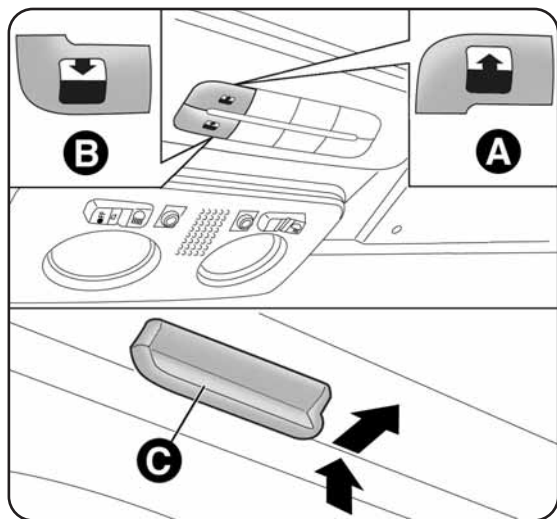

fig. 49
Il tetto apribile ad ampia vetratura è composto da due pannelli in vetro di cui uno posteriore fisso ed uno anteriore mobile dotati di due tendine parasole (anteriore e posteriore) a movimentazione manuale. Con tetto chiuso le tendine possono essere posizionate in qualunque posizione. Per aprire le tendine: impugnare la maniglia C-fig. 49, seguendo il senso indicato dalla freccia fino alla posizione desiderata. Per chiuderle seguire il procedimento inverso. Il funzionamento del tetto apribile avviene solo con chiave di avviamento in posizione MAR. I comandi A-B fig. 49 posti sulla mostrina della plafoniera anteriore, comandano le funzioni di apertura/chiusura tetto apribile.
Premere il pulsante B-fig. 49 e mantenerlo premuto, il pannello vetro anteriore si porterà in posizione "spoiler"; premere nuovamente il pulsante B e, agendo sul comando per più di mezzo secondo, si innesca il movimento del cristallo del tetto che prosegue automaticamente fino ad una posizione intermedia (posizione "Comfort"). Premendo nuovamente il comando di apertura per più di mezzo secondo, il tetto proseguirà automaticamente fino a fondo corsa; il cristallo del tetto può essere fermato in una posizione intermedia agendo nuovamente sul pulsante.
Dalla posizione di apertura completa, premere il pulsante A-fig. 49 e, se si agisce sul pulsante per più di mezzo secondo, il cristallo anteriore del tetto si porterà automaticamente in posizione intermedia (posizione “Comfort”). Agendo nuovamente sul pulsante per circa mezzo secondo, il tetto si porterà in posizione spoiler. Infine premendo nuovamente il pulsante di chiusura, il tetto raggiungerà la posizione di completamente chiuso.
- premere il pulsante A-fig. 49 fino alla completa chiusura del tetto. Rilasciare il pulsante;